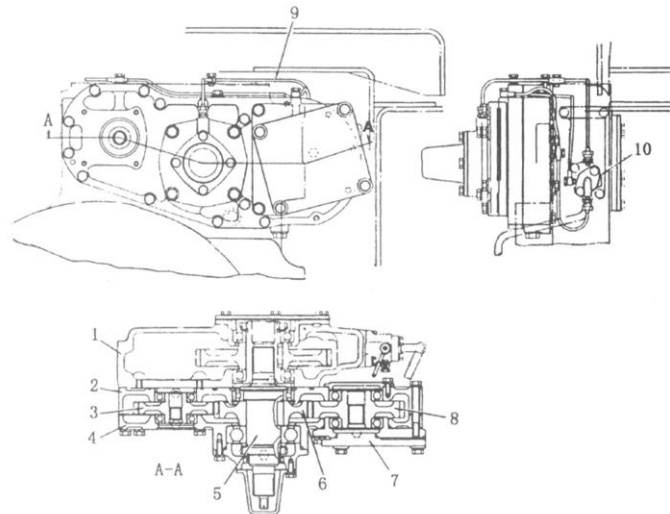

Рис. 5-13.
2. Картер редуктора (см. рис. 5-13).